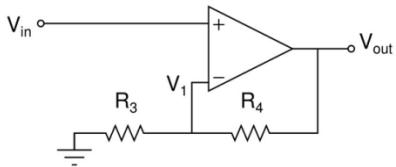

Fig. 3: Modelo simplificado do amplificador realimentado.
A análise deste amplificador pode ser simplificada como se o amplificador inteiro estivesse representado pelo bloco amplificador diferencial da Fig. 3, com duas entradas, estando a rede resistiva de realimentação conectada entre uma das entradas (inversora) e a saída do amplificador. Neste diagrama, considera-se que Vin é a entrada do amplificador (base de Q1 para sinal), V1 é a base de Q2 e Vout é a saída conectada em CN2. Observe que C2 foi calculado de forma que sua reatância é desprezível na faixa de frequências do sinal, fazendo que para a faixa de áudio um dos terminais de R3 esteja praticamente aterrado.
- Encontre a expressão do ganho diferencial $A_{\text{vo}} = V_{\text{out}}/V_{\text{dif}}$ do amplificador para “pequenos sinais”, através dos modelos para pequenos sinais dos transistores e dos dados de manual, considerando como entradas de sinal as bases de Q1 e Q2 (pontos V_{in} e V_1 da Fig. 3).